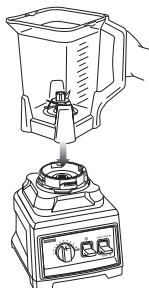

Fig. 1
- 3 Alignez et déposez le pichet sur le bloc-moteur. (Fig. 1) La poignée doit être légèrement orientée à la droite du symbole de verrouillage « LOCK » du bloc-moteur.